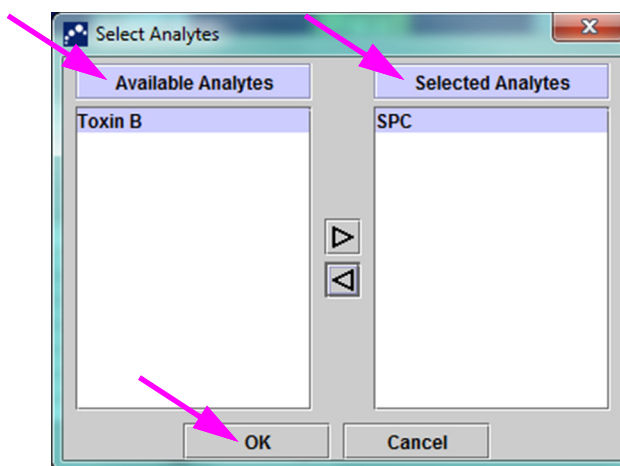

Figura 6-3. Caseta de dialog Selectare analizi
- Butonul **Selectare analiți (Select Analytes)** - Selectați analiții. Apăsând butonul **Selectare analiți (Select Analytes)** pentru a afișa analiții aplicabili acestei analize. Se afișează caseta de dialog Selectare analiți (Select Analytes). Consultați Figura 6-3.